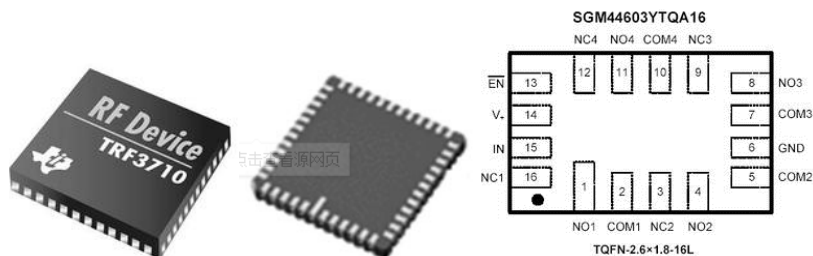

图 3.7.43 OFN 封装
(6) QFN: 是无引线四边扁平封装, 如图 3.7.43 所示。